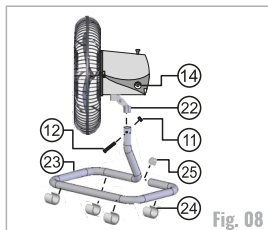

Fig. 08
Encaixe o acoplamento (22) na base de mesa (23), fixando-o com o parafuso (12) e a porca (11). Coloque as bases plásticas (24) e a ponta (25) na base de mesa (23), conforme, fig. 08.